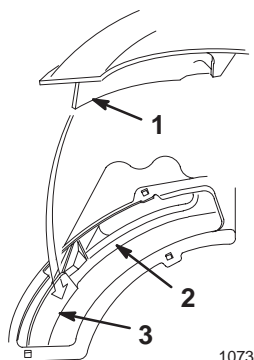

Figure 36
4. Placez l'angle avant du déflecteur d'éjecteur dans l'ouverture de la tondeuse. Tournez l'éjecteur vers la gauche et enfoncez-le dans l'ouverture de la tondeuse (Fig. 36).
5. Placez l'angle avant du déflecteur de broyage dans l'ouverture de la tondeuse (Fig. 36).
6. Tournez le déflecteur vers la gauche et enfoncez-le dans l'ouverture de la tondeuse (Fig. 36).